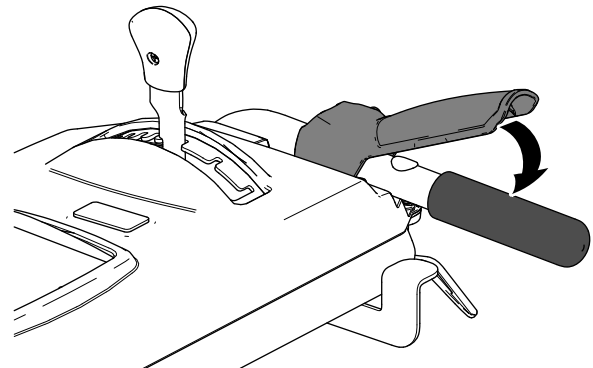

Figura 19
3. Azionate la spazzola premendo lentamente la leva della spazzola di destra verso la stegola (Figura 19).